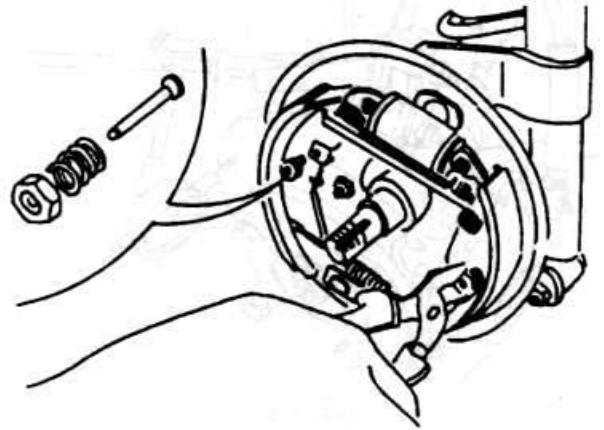

Рис. 6.5
- ◆ Выньте направляющие колодки, для этого поверните на 90° жестяные крышки (рис. 6.5). Выньте пружины вместе со штифтами.